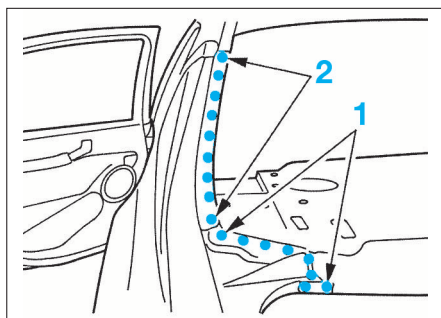

FIG. 72
- Souder par points bouchons à l'arc sous gaz protecteur (1) (Fig.72).